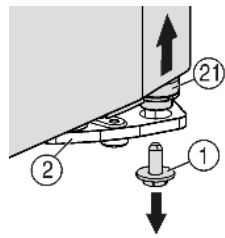
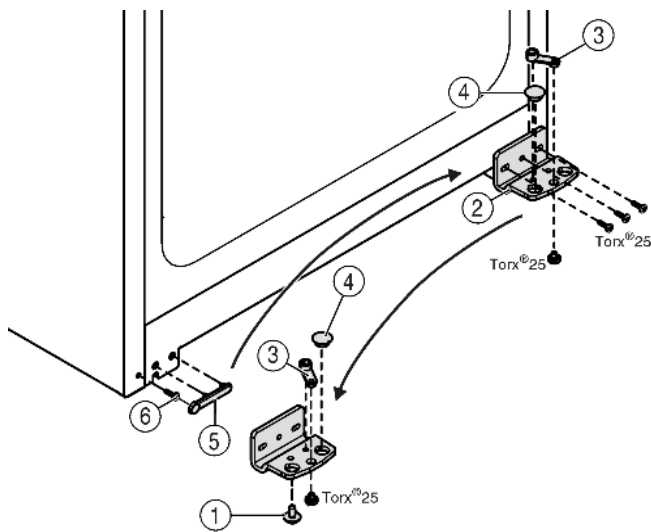

Fig. 5
Fig. 6
- ▶ Внизу справа на опорном кронштейне выкрутите фиксирующий винт Fig. 5 (1).
- ▷ Опорный палец Fig. 5 (21) можно извлечь из опорного кронштейна Fig. 6 (2).
- ▶ Если установочный винт Fig. 5 (21) не откручивается, его можно вынуть, нажав на него снизу.
- ▶ Открутите опорный кронштейн Fig. 6 (2).
- ▶ Открутите опорную деталь Fig. 6 (3) и, переставив в отверстие на противоположной стороне опорного кронштейна, снова прикрутите.
- ▶ Извлеките заглушку Fig. 6 (4) из опорного кронштейна и переставьте ее в отверстие на противоположной стороне опорного кронштейна.
- ▶ Осторожно снимите крышку со стороны ручки Fig. 6 (5).
- ▶ Выкрутите болт Fig. 6 (6) и вкрутите на противоположной стороне.
- ▶ Снова установите крышку Fig. 6 (5).
- ▶ Снова прикрутите опорный кронштейн Fig. 6 (2) на новой стороне шарнира (с моментом 4 Нм). При необходимости используйте аккумуляторный шурупверт.
- ▶ Вкрутите фиксирующий винт *Fig. 5 (1)* внизу в опорный палец и затяните (с моментом 4 Нм).